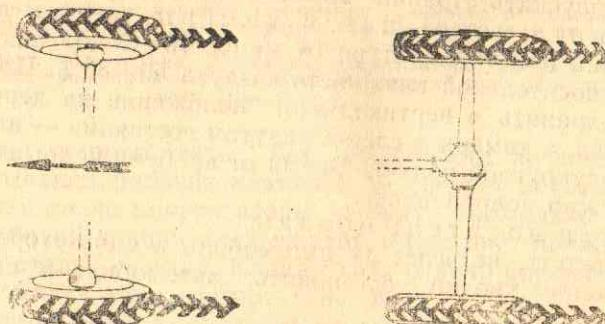

Рис. 38. Правильная установка шин с «елочными» грунтозацепами.
3. При применении шин с «елочными» грунтозацепами монтаж шин на колеса должен производиться с учетом направления вращения шин (рис. 38).